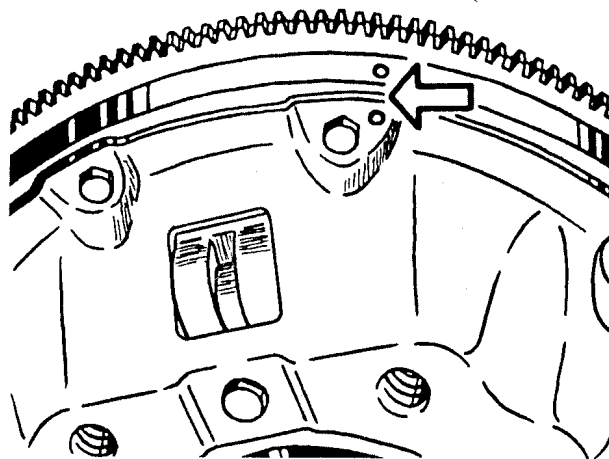

Рис.68. Расположение меток на маховике и кожухе сцепления
- привернуть к маховику нажимной диск сцепления с кожухом в сборе, предварительно отцентрировав ведомый диск сцепления при помощи шлицевой оправки (в качестве оправки можно использовать первичный вал коробки передач) по подшипнику в заднем торце коленчатого вала. Метки «0», выбитые на кожухе нажимного диска и маховике около одного из отверстий для болтов крепления кожуха, должны быть совмещены (рис.68). Затяжку болтов крепления кожуха производить с крутящим моментом 19,6...24,5 Н·м (2...2,5 кгс·м).